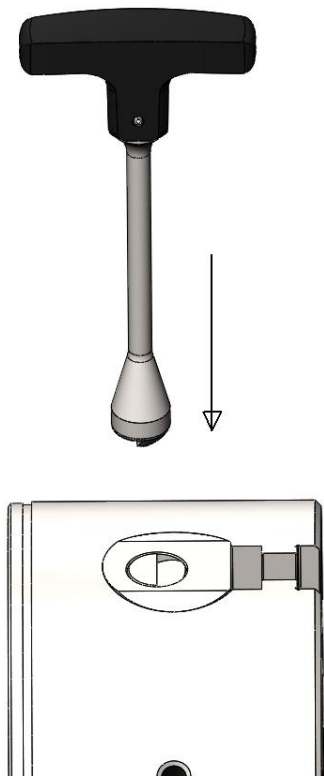

Рис. 13 Ввод в зубчатое зацепление кулачка в основном кулачке
- ключ ввести в зубчатое зацепление в основном кулачке Рис. 13